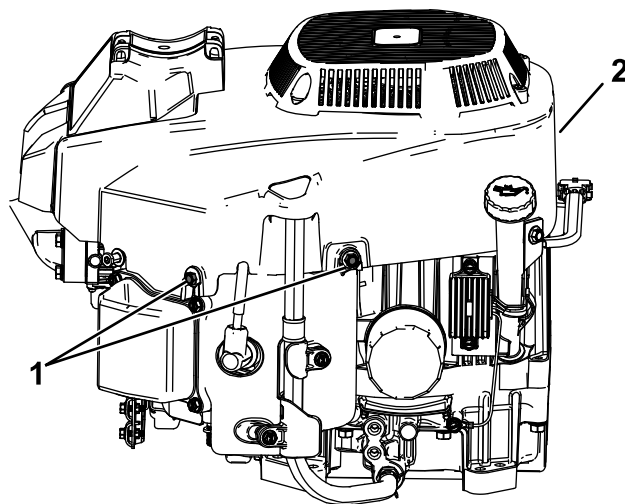

Figura 53
4. Desaperte os parafusos e remova a caixa da ventoinha (Figura 53).